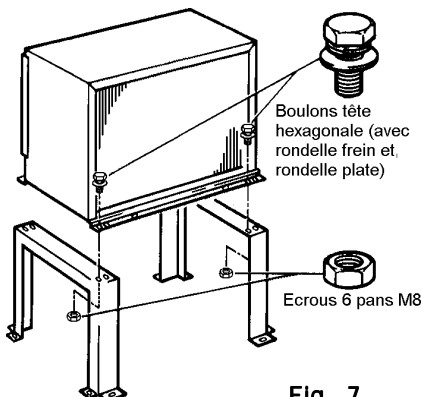

Fig. 7
- 1) Fixez les pattes au condenseur avec 8 boulons à tête hexagonale M8 x 16 mm et les écrous M8, comme indiqué dans l'illustration. (Voir Fig. 7).